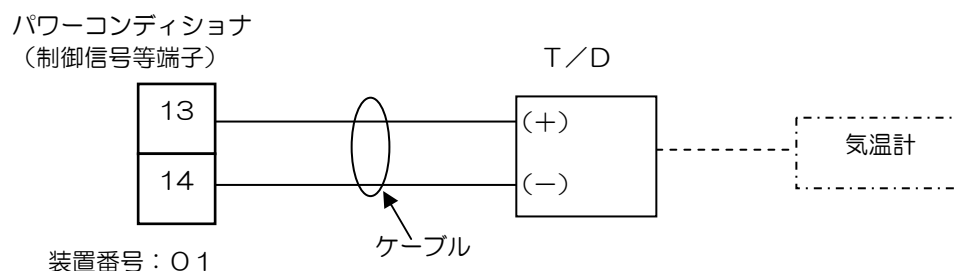

図10.11 気温用トランスデューサ配線方法
- 気温計の信号を信号変換器（トランスデューサ：T/D）により信号変換したアナログ信号（DC 4～20mA）配線をパワーコンディショナの気温端子（13～14）に接続してください（図10.11参照）。